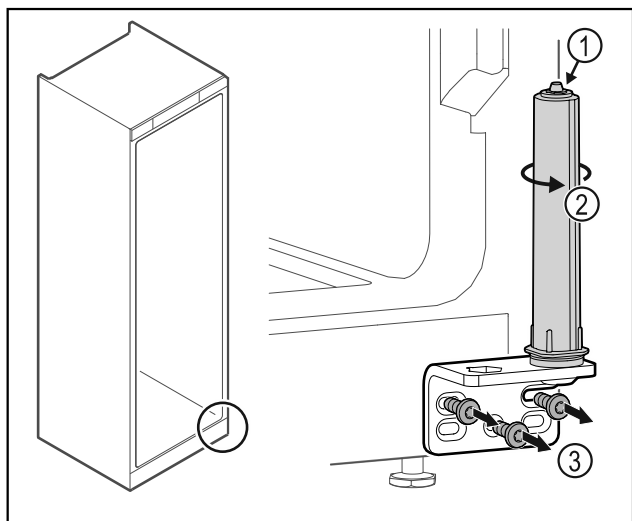

Fig. 51
- Μην αποσυναρμολογείτε το σύστημα κλεισίματος πόρτας Fig. 51 (1).
- Περιστρέψτε το σύστημα κλεισίματος Fig. 51 (2), μέχρι να κάνει κλικ.
- Ξεβιδώστε τη γωνία μεντεσέ Fig. 51 (3).